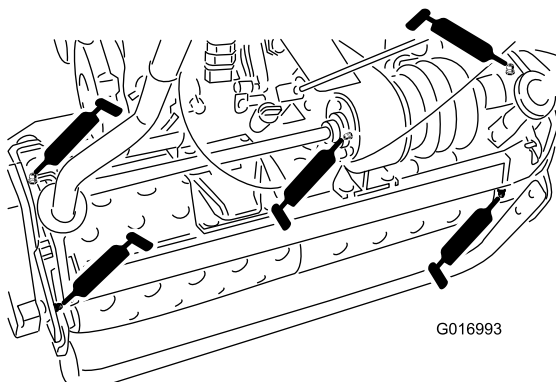

Bild 18
- 2 an den Trommelachsen (Bild 18)
- 3 am Differenzial (Bild 18)